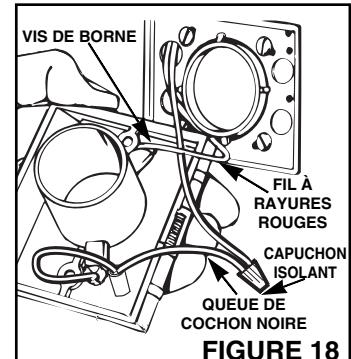
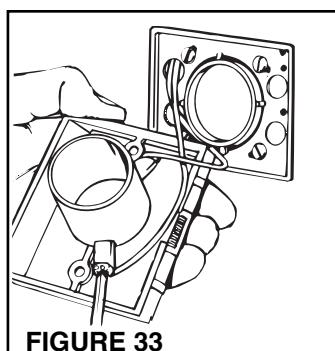

FIGURE 18
FIGURE 33
3. Voyez la figure 18. Connectez le fil à rayures rouges du câble de basse tension à deux âmes à la vis de borne non utilisée de la prise. Connectez le fil qui reste à la queue de cochon noire. Couvrez les deux fils en utilisant un capuchon isolant (fourni).
- Attachez les câbles de basse tension aux vis de borne à l'arrière de la prise murale (Figure 33). Si vous utilisez l'encastrement 361 avec des prises de série CI370 voyez les instructions de la page 6, étape 3, illustrées à la Figure 18.